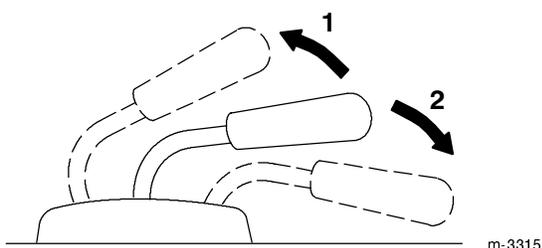

Figure 18
2. Tirer le levier de relevage vers le haut pour relever l'accessoire (Fig. 18). Ceci soulève l'accessoire et le maintient en position relevée.
2. Appuyer le levier vers le bas pour descendre l'accessoire (Fig. 18).